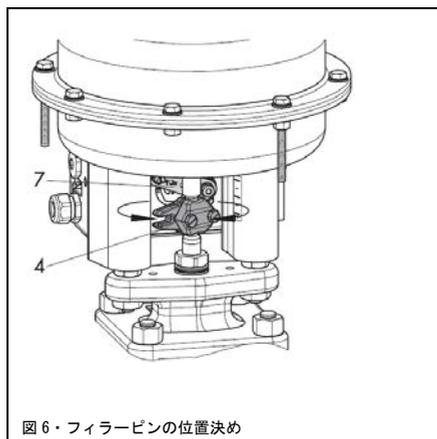

図6・フィラーピンの位置決め
4. スプリング張力に抗して、レバー(図6の7)を押し下げます。